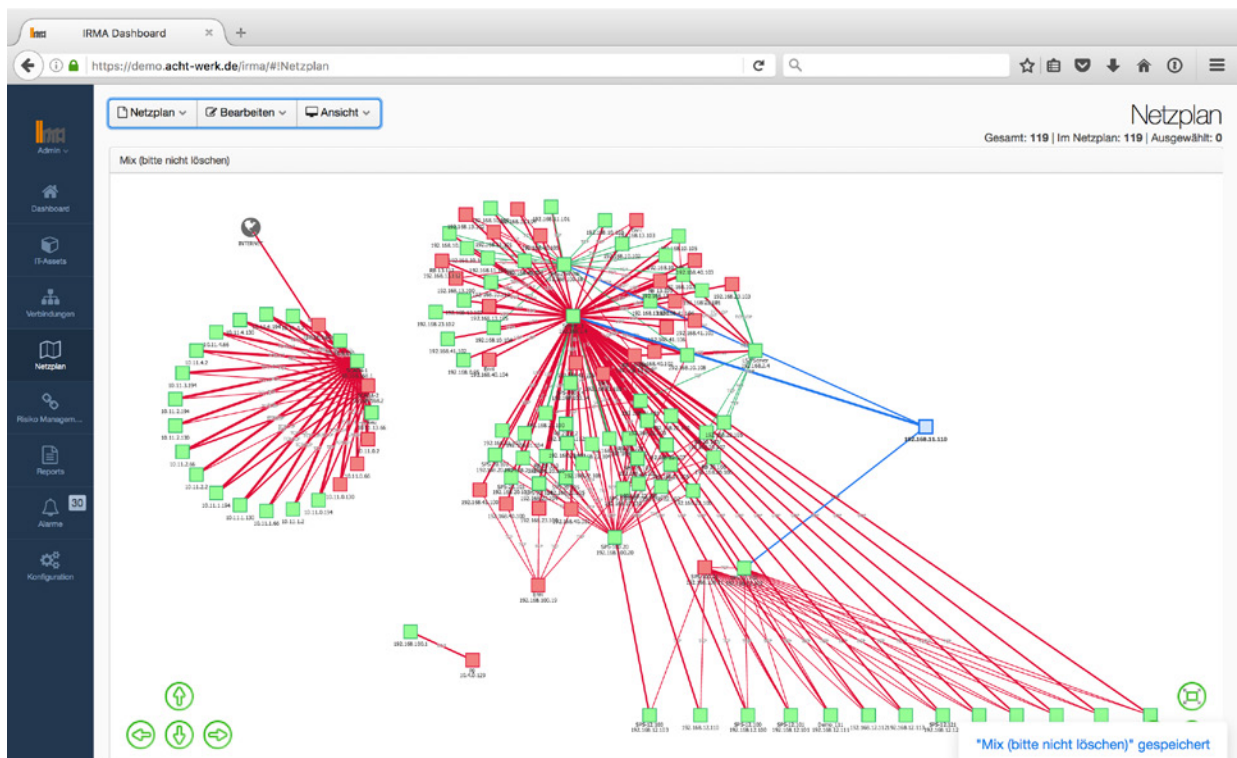

Bild 3: Netzplan in IRMA
- Die grafische Darstellung des gesamten Netzwerkes mit allen Querverbindungen in der Kommunikation, sowie die Auswertungen zu jedem einzelnen Teilnehmer (**Bild 3**).